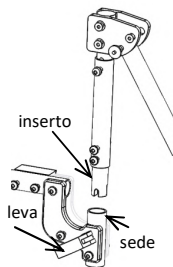

fig. 22: Angolo ginocchio verticale elevabile e telescopico
* **Versione verticale elevabile e telescopica** (fig. 22)